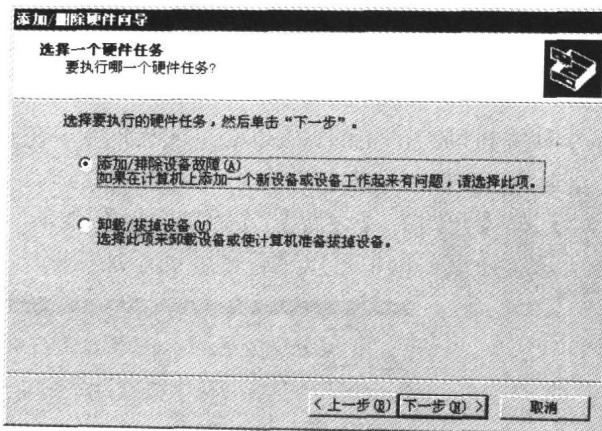
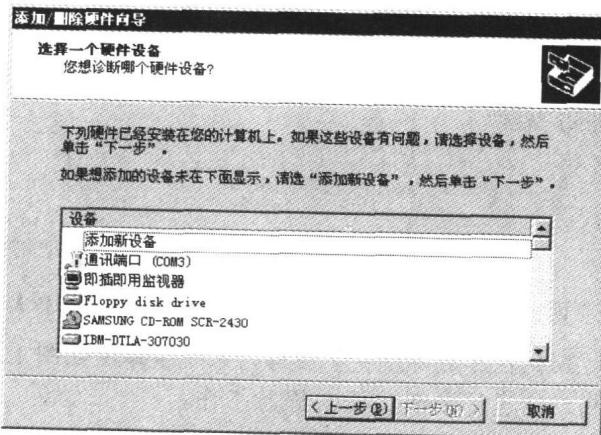

图 1.4 添加/删除硬件向导2
图 1.5 添加/删除硬件向导3
- (3) 单击【下一步】按钮，弹出如图 1.4 所示对话框，选择第 1 项进行新硬件的添加。系统将进行新硬件的搜索，当搜索完成后，将弹出如图 1.5 所示的选择新硬件设备对话框。